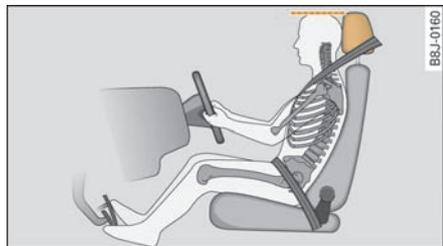

图 186 正确调整驾驶员头枕
- 调节好头枕，使头枕的上沿与头顶成一条线 =>图 186。